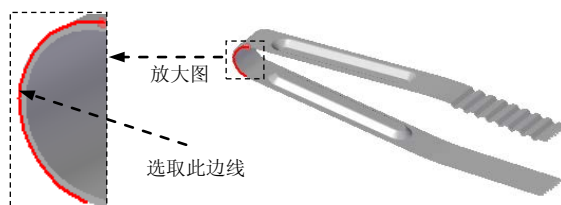

图 6.9.55 选取曲线
(1) 选取要镜像的特征。选取 Step9 和 Step10 所创建的特征为镜像源。
(2) 选择命令。单击“主页”功能选项卡“阵列”工具栏中的  镜像 按钮。
(3) 定义镜像平面。在命令条“创建起源”选项下拉列表中选择  垂直于曲线的平面 选项；选取图 6.9.55 所示的曲线，在命令条 位置 文本框中输入值 0.5，并按 Enter 键。
(4) 单击  完成 按钮，完成特征的创建。